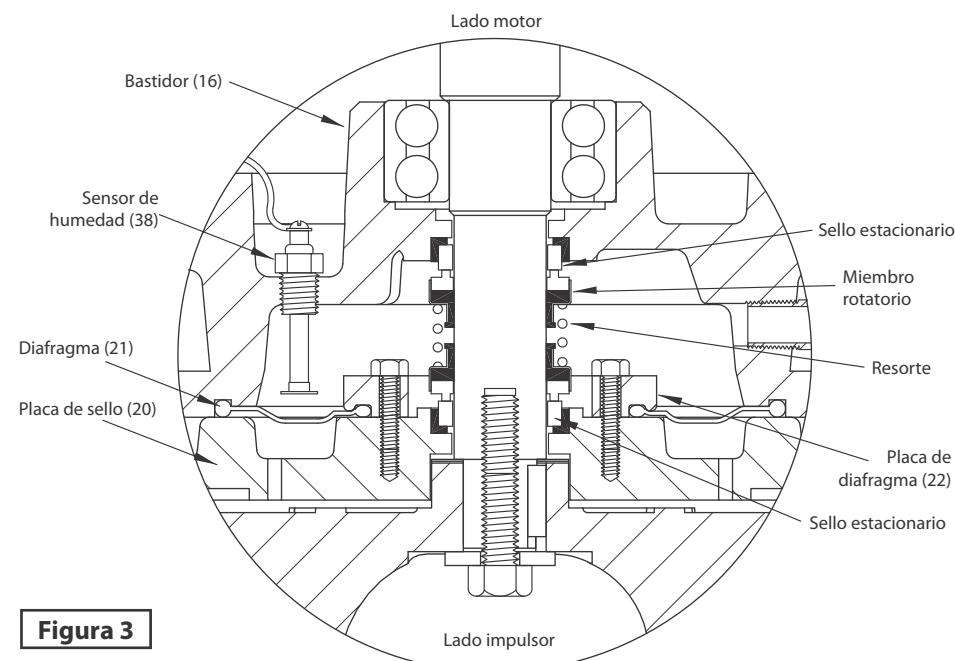

Figura 3
Sello/Diafragma - (Vea la figura 3) Limpie las cavidades en el bastidor (16) y la placa de sello (20). Humedezca ligeramente la superficie interna y externa del sello mecánico (19) con un poco de agua (**no use grasa o aceite**). Presione firmemente el miembro estacionario en el bastidor (16) y hacia afuera la placa de diafragma (22). Teniendo cuidado de no dañar la cara del sello.